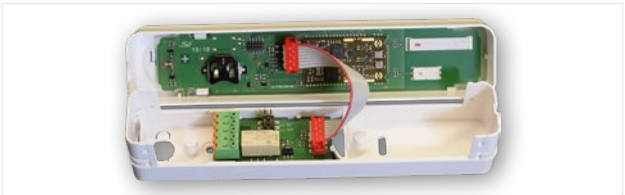

Abb. 12: Verbindungsleitung im FM 155F
- ▶ Die Relaisplatine mittels Verbindungsleitung mit der Funkplatine im Deckel gemäß Abb. 12 verbinden.